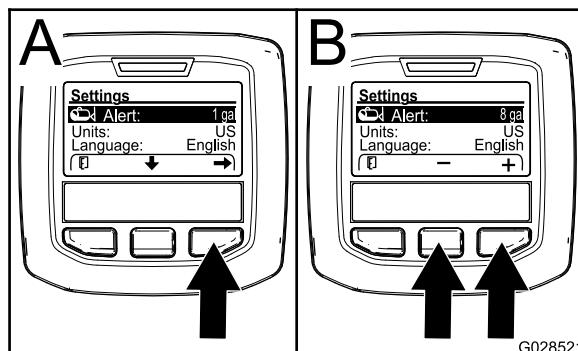

Figure 69
2. Appuyez sur le bouton de sélection central pour mettre en surbrillance le réglage Alert (Figure 69).
3. Appuyez sur le bouton de sélection droit (Figure 69).
4. Utilisez le bouton de sélection central ou droit pour entrer la quantité minimum dans la cuve à laquelle l'alerte s'affichera pendant le fonctionnement du pulvérisateur (Figure 69).